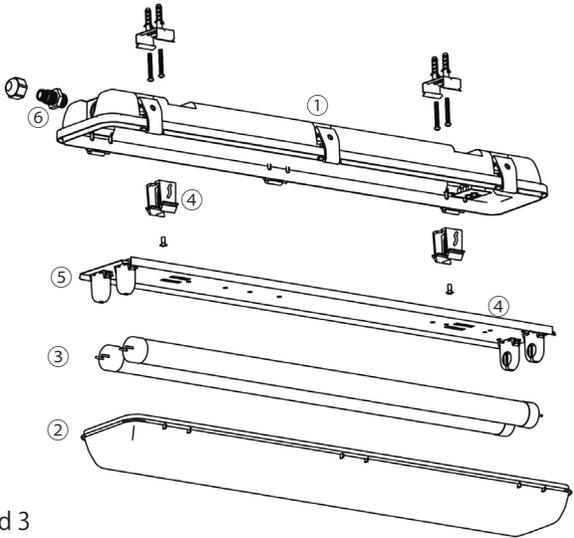

Bild 3
Bild 3: Die Verschlussklammern ① öffnen. Die Haube ② abnehmen. Die 4 Halteklammern ④ leicht zusammendrücken und das Innenteil ⑤ herausnehmen. Die Überwurfmutter der Kabelverschraubung ⑥ lösen.
Bild 3: Das Innenteil ⑤ wieder einsetzen/ einrasten. Die Röhren ③ einsetzen und durch 90° Drehung verriegeln. Die Haube ② aufsetzen und mit den Verschlussklammern ① schließen.